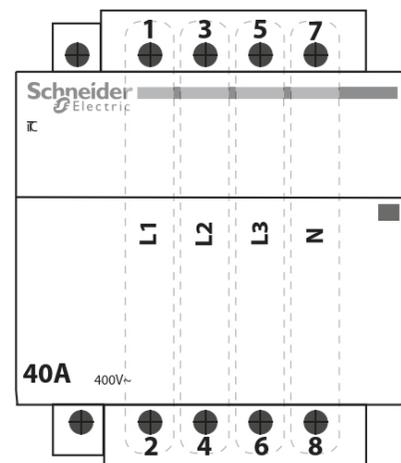
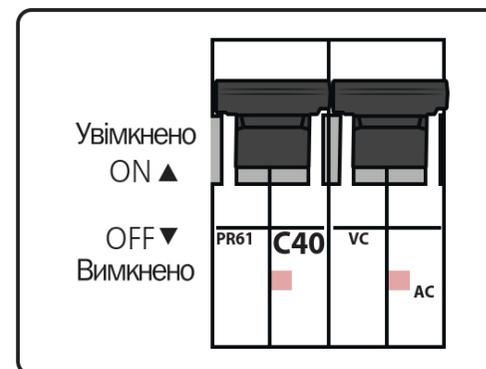

Рис. 2. Контактор магнітний
Рис. 3. Автомат вмикання
- магнітного контактора номінального струму БКФ на фазу (Рис. 2. Контактор магнітний).
⚠ УВАГА! На магнітному контакторі, на лицьовій стороні (Рис. 2), повинно бути вказано значення струму, аналогічне тому, що на автоматі включення (Рис. 3). Значення струму на магнітному контакторі може відрізнятись в більшу сторону (Контактор на 63А, а стабілізатор на 50А), але **НІКОЛИ НАВПАКИ!** Це може призвести до несправності БКФ чи його виходу з ладу.